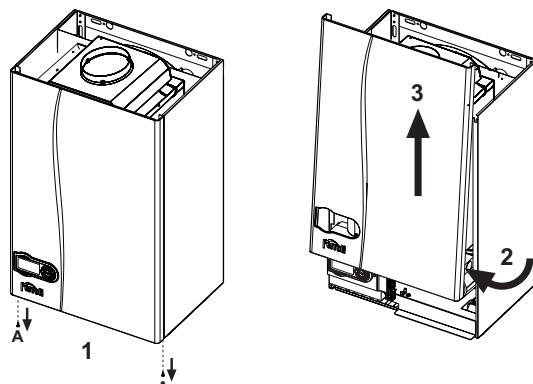

рис. 22 - Снятие кожуха
1. Отвинтите винты "A" (см. рис. 22).
2. Поверните кожух (см. рис. 22).